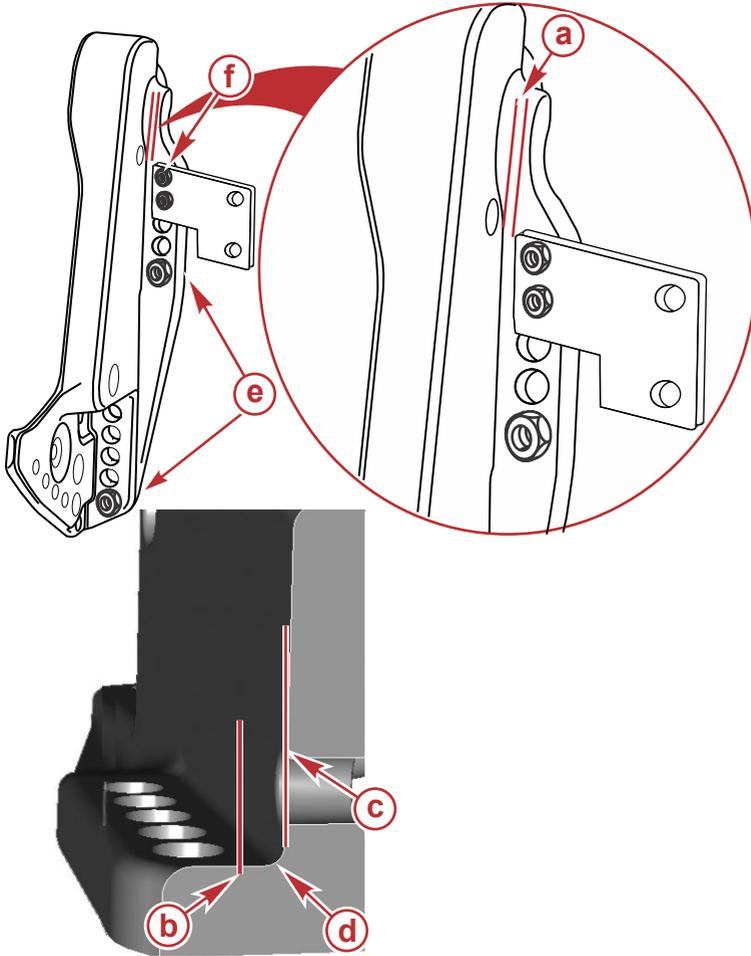

図1
エンジンの取り付け手順に従ってエンジンをトランサムまたはジャックプレートに取り付けたら、トランサムクランプブラケットの未使用のボルト穴を使ってポートに付属品を取り付けることができます(図1参照)。
- 付属品の取り付けの際には、付属品取り付けプレートがトランサムクランプブラケットの丸みを帯びた部分にぶつからないように取り付けてください。図1を参照してください。